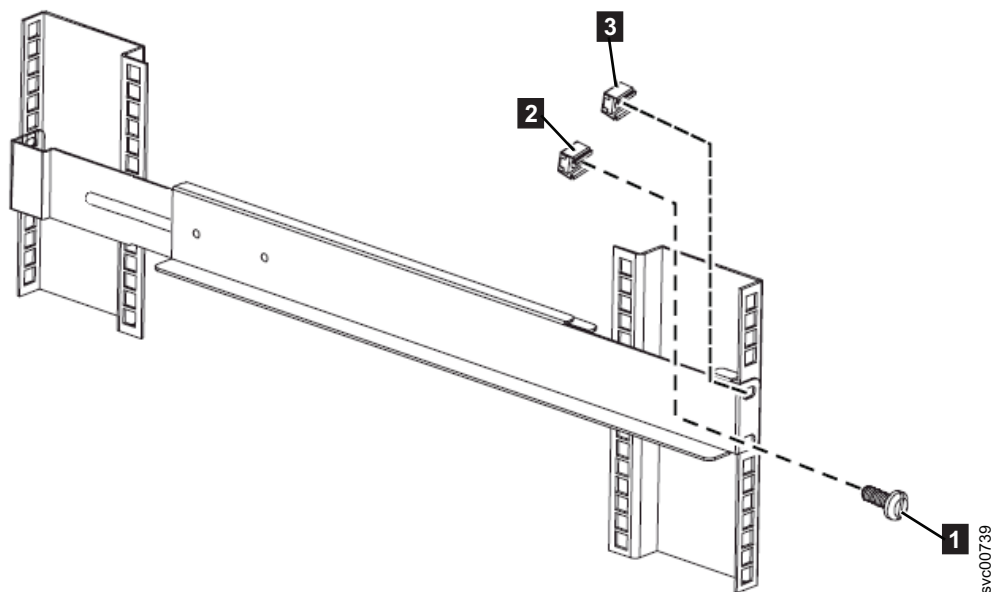

図 11. 2145 UPS-1U レール前部のラックへの取り付け
7. 2 つのクリップ・ナット **2** および **3** をラック前面に取り付けます。次に、M6 x 10 ねじ **1** を 1 つだけ使用して、21 ページの図 11 に示すようにレールを底部取り付け穴に取り付けます。